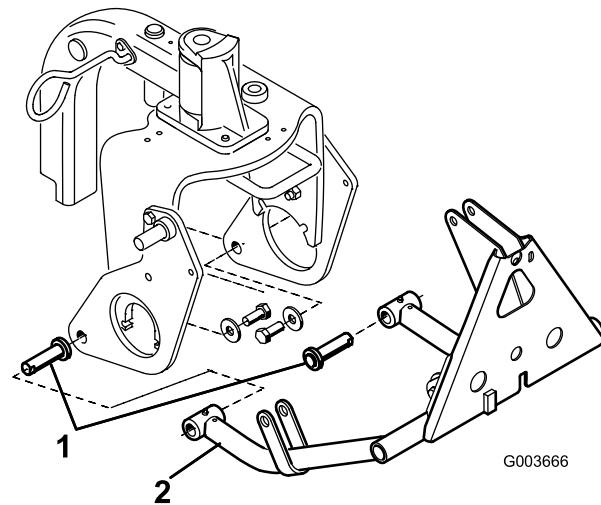

図 13
3. 図 13に示すように、シリンドラピンを各プッシュアームチューブに挿入する。
4. シリンダピンガイドをプラウプレートの穴に合わせ、プッシュアームチューブを左右のプラウプレートに挿入する(図 13)。
5. 図 13に示すように、ボルト (5/8 x 1-1/2") とワッシャー (外径1.68" x 内径 0.65") を使って、各シリンドラピンを各プラウプレートに取り付ける。